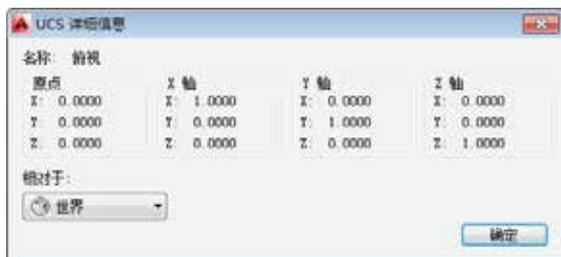

图3-35 【UCS详细信息】对话框
- ★ **【详细信息】**按钮：单击该按钮，可以打开**【UCS 详细信息】**对话框，其中显示了UCS坐标数据，如图3-35所示。